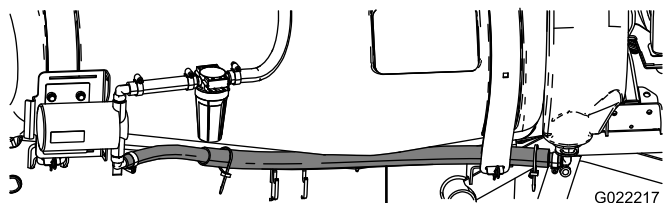

Figura 12
1. Fate passare il flessibile del serbatoio di lavaggio tra la fascia di fissaggio del serbatoio anteriore e il lato del serbatoio (Figura 12).
3. Con una fascetta stringitubo fissate l'estremità del flessibile al raccordo portagomma inferiore sulla pompa di lavaggio (Figura 12).